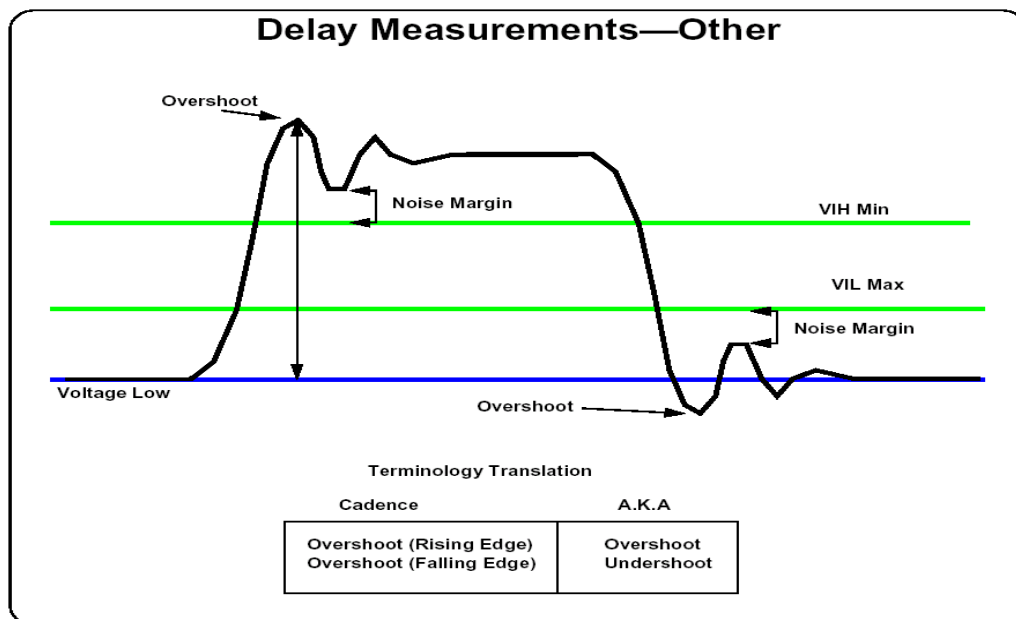

图 3-17 噪声容限测量
- **NoiseMargin**: 噪声容限。如图 3-17 所示。该值在 **Result** 中报告的是 **NoiseMarginHigh** 和 **NoiseMarginLow** 中的最小值。
- **OvershootHigh**: 高电平过冲。如图 3-17 所示。以 0V 为参考点, 上升波形的最高点电压值。
- **OvershootLow**: 低电平过冲。如图 3-17 所示。以 0V 为参考点, 下降波形的最低点电压值。